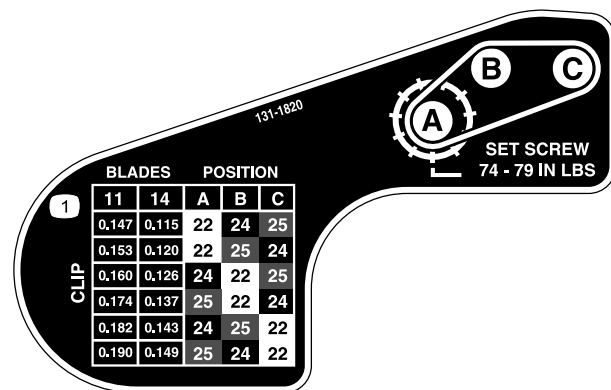

Figura 18
- Servendovi della tabella sull'adesivo illustrato in Figura 18, determinate l'impostazione di taglio desiderata e quali pulegge dovrete spostare.
- Montate ciascuna puleggia secondo la configurazione indicata sull'adesivo (Figura 18).